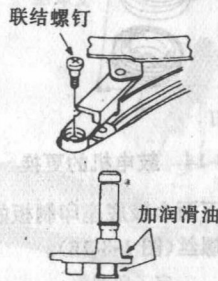

图1-3-23 供、卷带滑块的更换
- ① 拆下磁鼓组件。
- ② 将录像机竖立并拆下底盖板。
- ③ 拆掉如图1-3-23所示的联接螺丝。
- ④ 用手转动加载电机,使滑块移动到加载的位置并拆下滑块。
- ⑤ 拆下导轮并且如步骤(5)所介绍的在新的滑块内插入导轮。
- ⑥ 在重新安装滑块时,按照与上述相反的步骤进行。
- ⑦ 在更换完成之后,进行磁带传输系统的调整(参见1-4-4(2))。
注意:当更换滑块时,可以在如图1-3-23所示的位置加润滑油。